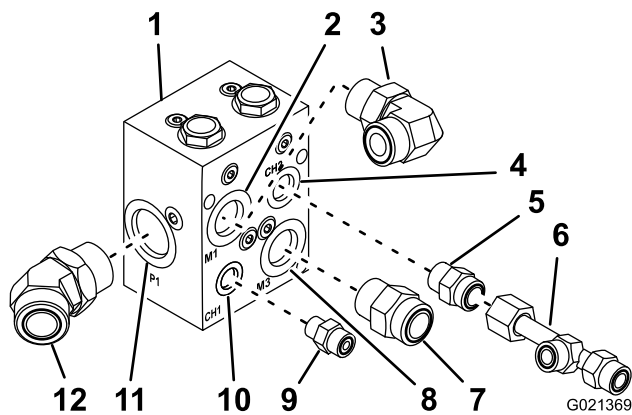

Bild 8
1. Schrauben Sie das 45°-Hydraulikanschlussstück in den Port (P1) am Mengenteilerverteiler (Bild 8).
2. Schrauben Sie das 90°-Hydraulikananschlussstück in den Port (M1) am Mengenteilerverteiler (Bild 8).
3. Schrauben Sie das 10,16 cm-Testanschlussstück in den Port (CH2) am Mengenteilerverteiler (Bild 8).
4. Schrauben Sie die Schlauchmutter auf das T-Anschlussstück am Testanschlussstück (Bild 8).
5. Befestigen Sie das gerade Hydraulikananschlussstück im Port (M3) am Mengenteilerverteiler (Bild 8).
6. Schrauben Sie den 10,16 cm-Testadapter in den Port (CH1) am Mengenteilerverteiler (Bild 8).